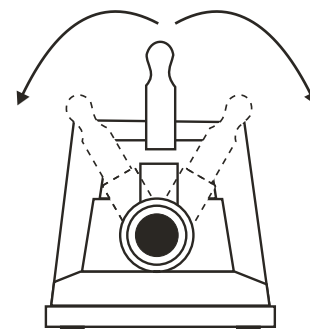

Fig. 1
✂ Para soltar o bocal (6), coloque o soquete (10) e pressione-o lateralmente, como uma alavanca (Fig.1).